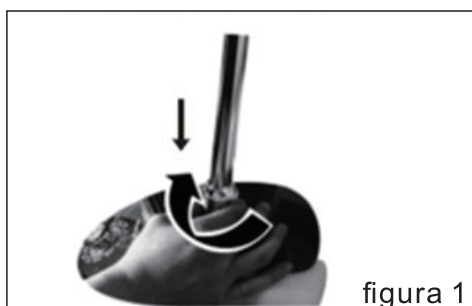

figura 1
- ① Inserir o poste de alumínio do tipo extensão no seu suporte, como se mostra na Figura 1.
- ② Rodar o botão de fixação do poste tipo extensão no sentido dos ponteiros do relógio, como mostra a Figura 1.